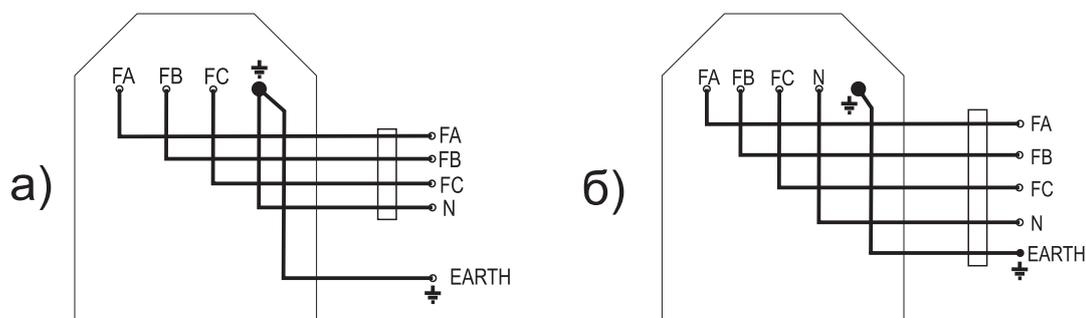

рис. 4.1
**ВНИМАНИЕ!** Подключение аппарата к сети производится по четырехпроводной (а-рис.4.1) или пятипроводной (б-рис.4.1) схеме кабелем сечением не менее  $4\text{мм}^2$